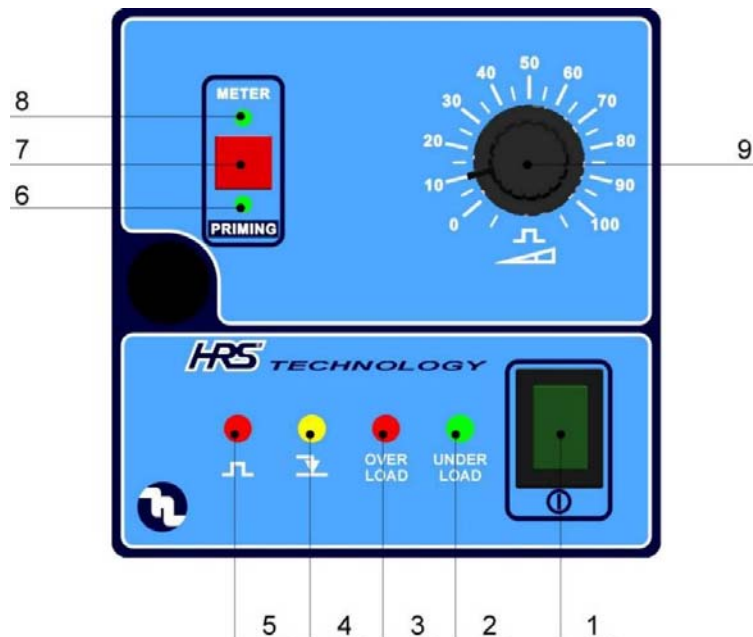

Fig. 10
7.1 - COMANDI (Fig. 10)
7.4 - DESCRIZIONE COMANDI (Fig. 10)
- INTERRUTTORE ON/OFF (1)